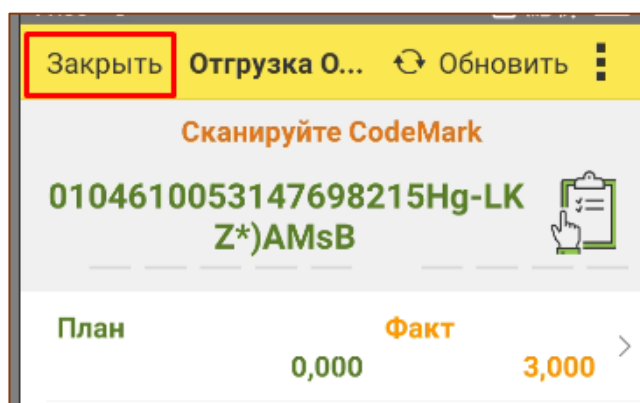

Рис. 11.17 - Заккрытие документа
3. После окончания сканирования нажать «Заккрыть» (Рис. 11.17);